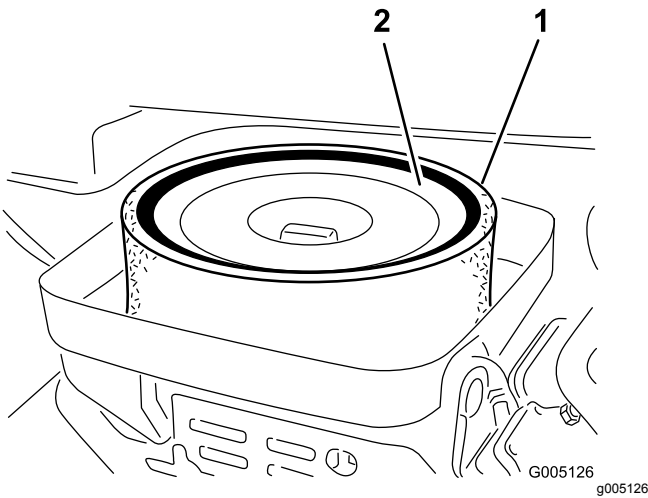

图26
3. 卸下将滤芯固定到空气滤清器壳体上的蝶形螺帽 图26。
4. 如果泡沫滤芯变脏请将其从纸质滤芯中取出 图26。按照以下方式彻底清洁滤芯